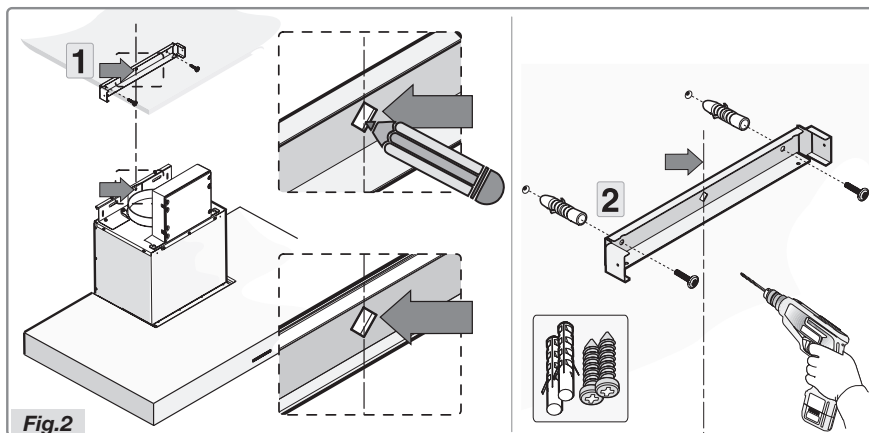

Fig.2
- Posizionare il supporto facendo riferimento alle dimensioni in Figura A e fissarlo con le viti e i tasselli forniti (Fig. 2).